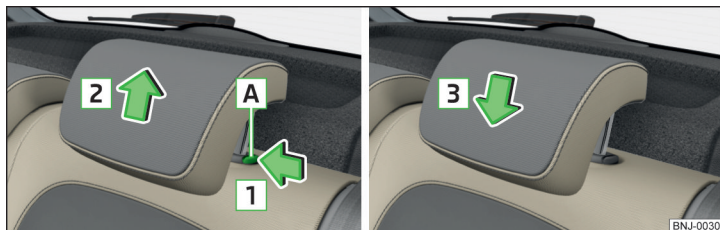

Fig. 62 Hovedstøtter: af- og påmontering
- Tryk låseknappen **A** i pilens retning **1**, og træk hovedstøtten ud i pilens retning **2** » Fig. 62.
- Skub støtten i i pilens retning **3**, indtil låseknappen går i hak » Fig. 62.